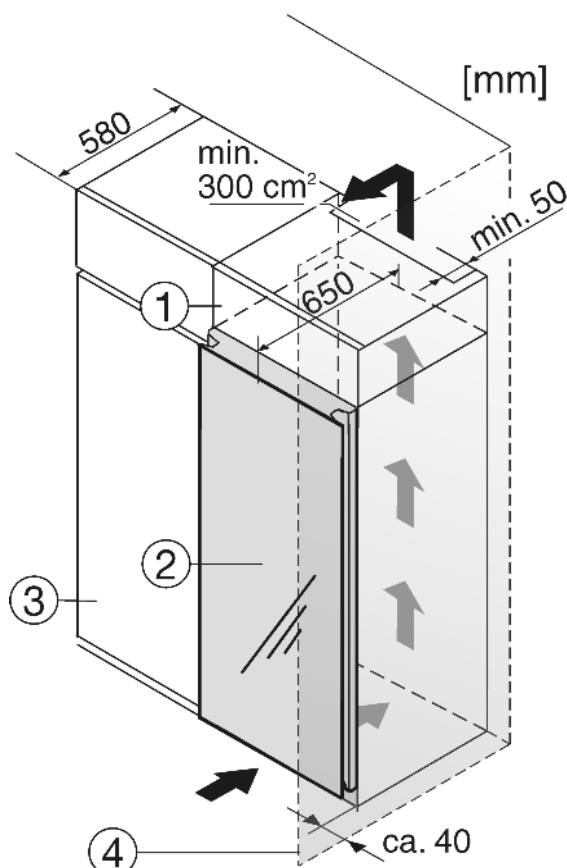

Fig. 12
- (1) Nastavná skříňka
- (2) Přístroj
- (3) Kuchyňská skříň
- (4) Stěna
Při montáži do kuchyňských skříní (hloubka max. 580 mm) lze přístroj instalovat hned vedle kuchyňské skříně Fig. 12 (3). Dveře přístroje jsou předsazené o 70 mm před čelní stranou kuchyňské skříně. To umožňuje jejich volné otevírání a zavírání.
Když se přístroj instaluje závěsy vedle stěny Fig. 12 (4), musí být vzdálenost přístroje od stěny alespoň 40 mm.